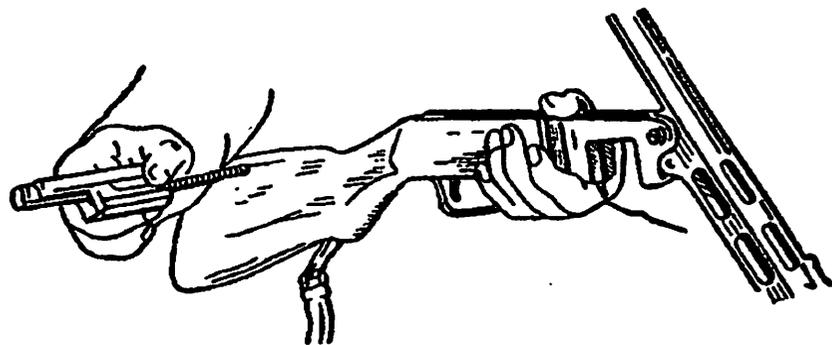

Рисунок 7
**Отделить затвор с возвратно-боевой пружиной, направляющим стержнем и амортизатором.** Удерживая карабин левой рукой впереди спусковой скобы, правой рукой за рукоятку отвести затвор назад и, поднимая переднюю часть затвора вверх, отвести его вправо, после чего вынуть затвор вместе с возвратно-боевой пружиной, направляющим стержнем и амортизатором из затворной коробки (рис. 7).